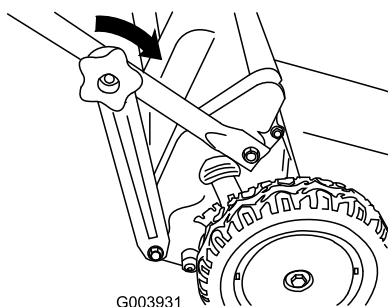

Figure 17
3. Montez les boutons de la partie inférieure du guidon et serrez-les au maximum (Figure 17).